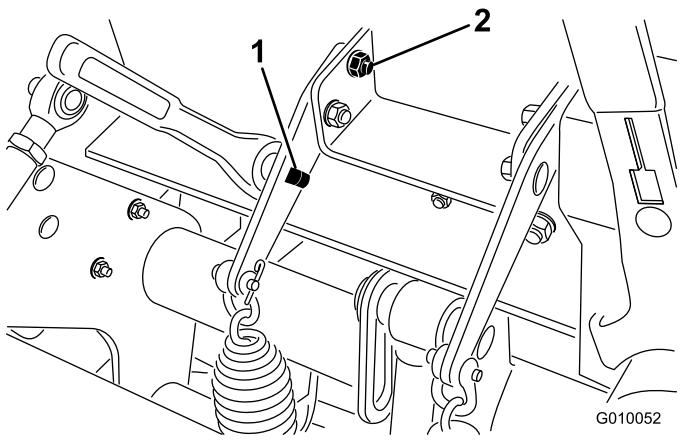

Figura 38
3. Inserite un cricchetto di $\frac{1}{2}$ " o una barra idonea nel foro quadrato della foglia della molla a balestra (Figura 38).